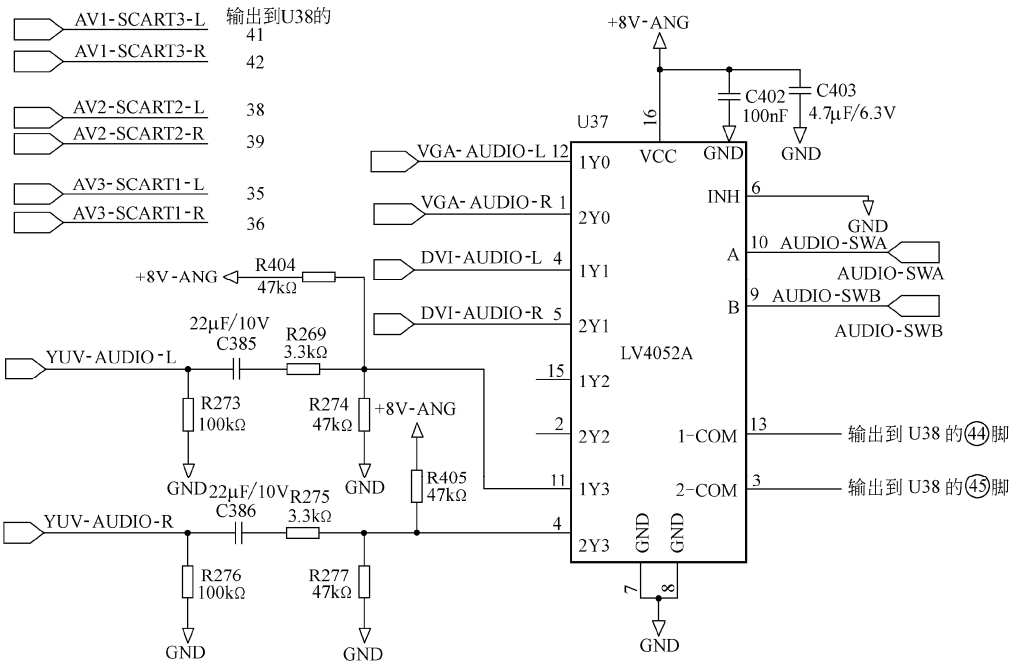

图 5-40 音频选择开关电路
(1) 音频选择开关电路 LV4052A
音频选择开关电路如图 5-40 所示, LV4052A 是音频选择开关, LV4052A 有 VGA-AUDIO、DVI-AUDIO、YUV-AUDIO 三种模拟音频信号输入, 由 MCU 发出的选择信号 AUDIO-SWA、AUDIO-SWB 进行音频信号选择。选择后由 LV4052A 有⑬、⑬脚输出, 再送往 MSP3410G (U38) 进行音效处理。对于 AV1/AV2/AV3 音频信号, 则直接送往 MSP3410G (U38) 进行音效处理。
(2) 丽音解码及音效处理电路 MSP3410G